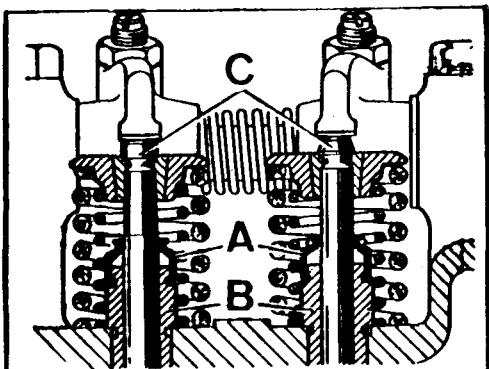
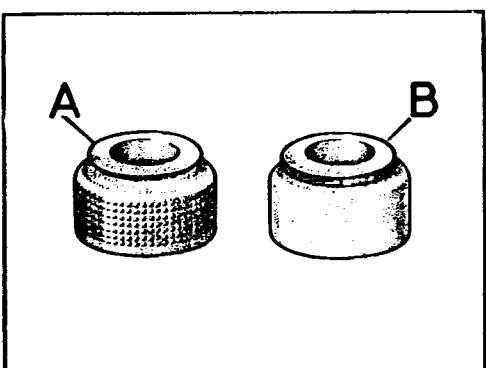

Fig. A1-70 Desmontaje de los retenes -
Fig. A1-76 Montaje de retenes de aceite de las guías de válvulas
2.2. Extraer los retenes de aceite, A (Fig. A1-70).
- 3.1. Instalar los retenes de aceite de las guías (Fig. A1-70), cargando su interior de grasa silicona y teniendo en cuenta que el retén para las guías de las válvulas de admisión, B (Fig. A1-76) dispone en su canal, de un muelle compresor. El retén para las guías de las válvulas de escape, A, no dispone de muelle compresor y su orificio de ajuste sobre la válvula es de mayor diámetro.